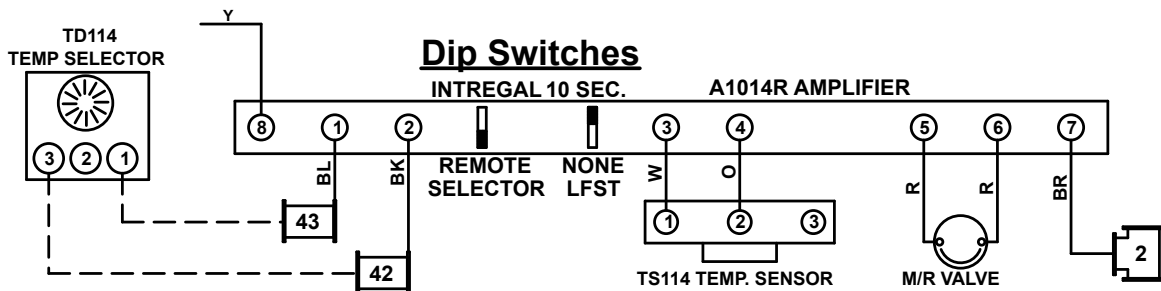

Figure 65. Schéma de câblage de l'amplificateur de remplacement (PN 148590)
- (1) Positionnez l'amplificateur de remplacement au même endroit que l'amplificateur existant et fixez-le à l'aide de vis.
- (2) Branchez les terminals des fils du kit à tous les fils d'amplificateur déconnectés.
- (3) Connectez le câblage à l'amplificateur de remplacement conformément à la Figure 65. Réglez les deux commutateurs DIP encastrés dans le coin supérieur gauche de l'amplificateur aux positions indiquées.